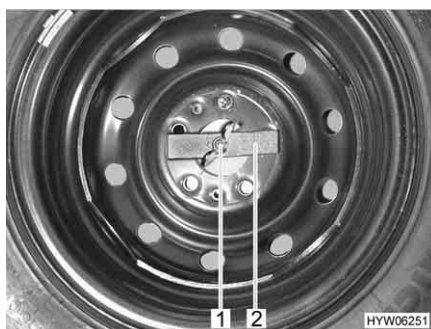

Fig. 204 Ruota di scorta nel gavone di coda
- Svitare manualmente il dado ad alette (Fig. 204,1) e rimuoverlo.
- Rimuovere la barretta di compressione (Fig. 204,2).